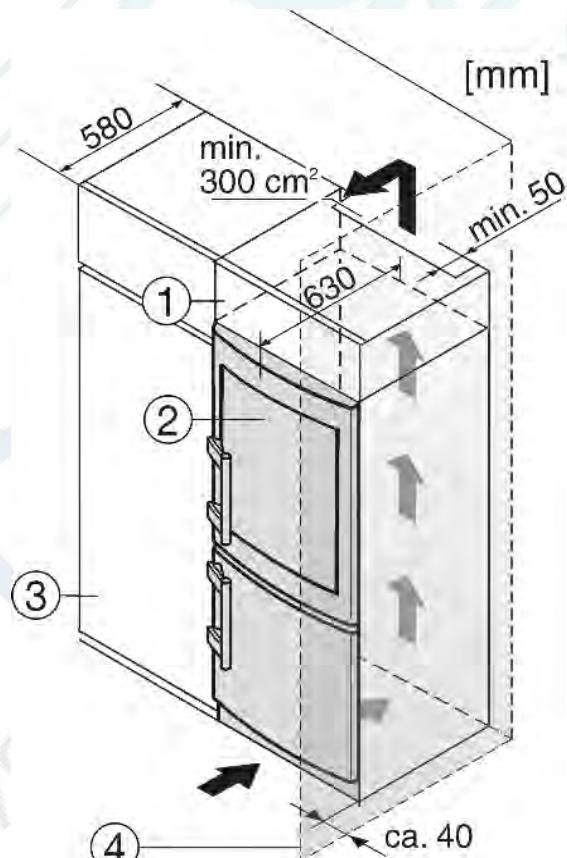

Fig. 20
(1) Дополнительный шкафчик
(2) Устройство
(3) Кухонный шкаф
(4) Стенка
Устройство может быть окружено предметами кухонной обстановки. Чтобы уравнять устройство Fig. 20 (2) по высоте с кухонной стенкой, можно установить над устройством соответствующий дополнительный шкафчик Fig. 20 (1).
При комбинировании с обычными кухонными шкафами (глубина макс. 580 мм) устройство можно установить непосредственно рядом с кухонным шкафом Fig. 20 (3). Дверь устройства выступает по сторонам на 34 мм и по центру устройства на 50 мм относительно передней стенки кухонного шкафа. Поэтому ее можно свободно открывать и закрывать.
Если устройство установлено на шарнирах у стены Fig. 20 (4), то расстояние между устройством и стеной должно быть не менее 40 мм. Настолько выступает ручка при открытой дверце.